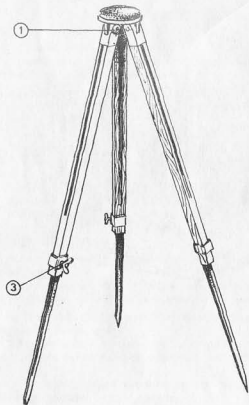

Рис. 3
5.2. Установить штатив (рис. 3) на необходимую высоту, для чего требуется произвести следующее: